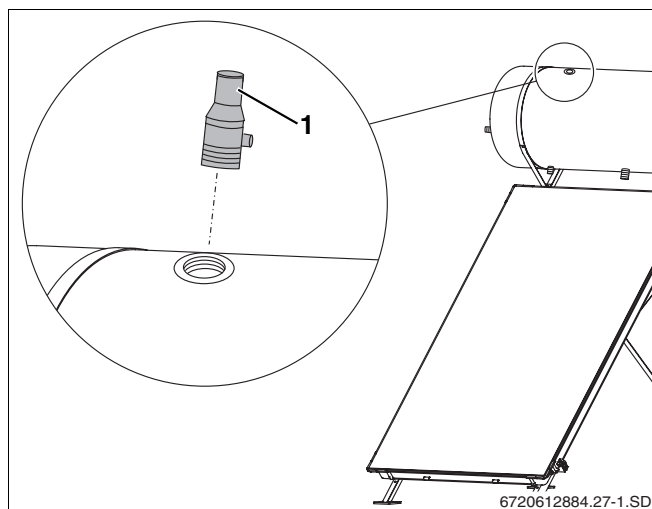

fig. 28 Montagem de válvula de segurança do lado solar
- ▶ Montar a válvula de segurança solar (2,5 bar) em cima no termoacumulador (fig. 28, **item 1**).